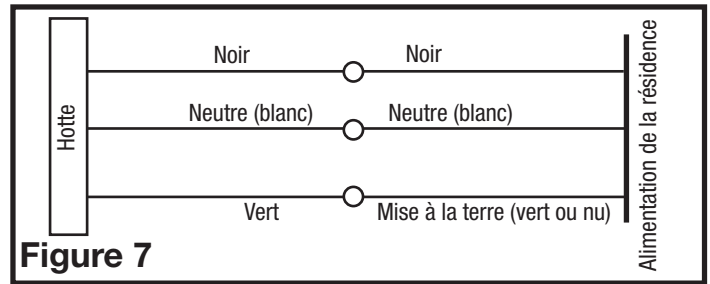

Figure 7
1. Connecter le fil lâche Noir de la hotte de cuisine au fil Noir de l'alimentation, et le fil lâche Blanc de la hotte au fil Blanc de l'alimentation. Connecter le fil de mise à la terre (vert ou dénudé) de l'alimentation à la vis verte de mise à la terre de la hotte. Utiliser des méthodes de connexion approuvées pour toutes les connexions (Figure 7).